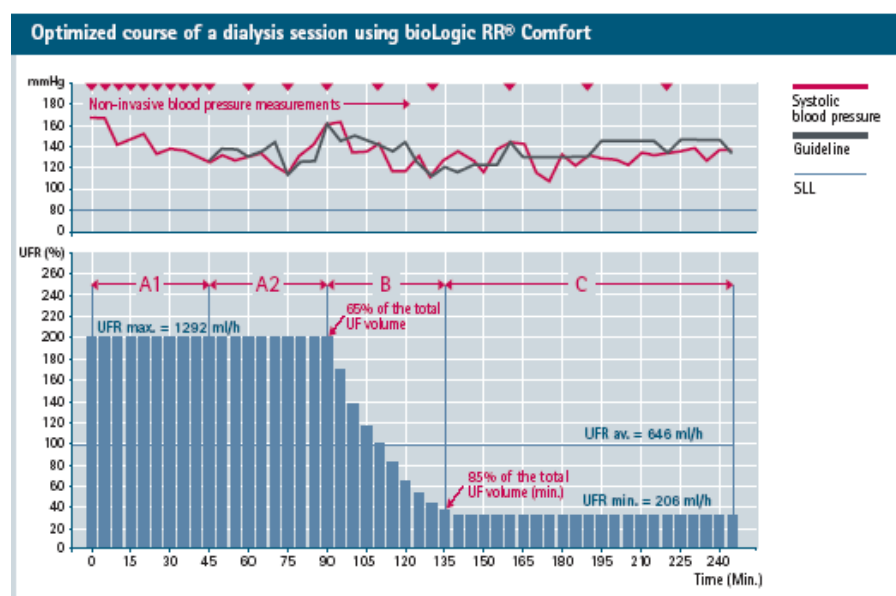

Fig. 11-10 Intervalles de mesure
Normalement, la dialyse est effectuée avec un taux d'ultrafiltration (UF) maximum jusqu'à atteindre un volume d'UF de 65 %. Le taux d'UF est ensuite diminué lentement jusqu'à obtenir 85 % du volume UF atteint au total, et reste constant à un niveau d'UF faible jusqu'à la fin du traitement (Fig. 11-10).